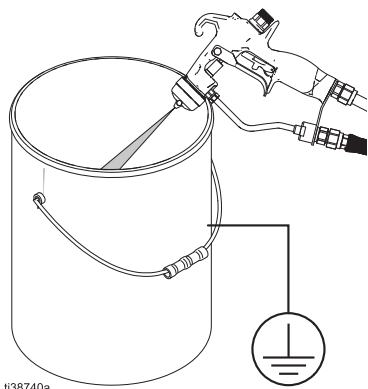

FIG. 11: Scaricare la pressione della pistola
5. Mantenere una parte metallica della pistola fermamente a contatto con il lato di un secchio metallico collegato a terra. Azionare la pistola per scaricare la pressione. Vedere FIG. 11.